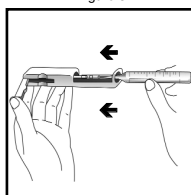

Figure 4
4. Lift the control bar and insert the Titret assembly into the Titrettor (fig. 4).